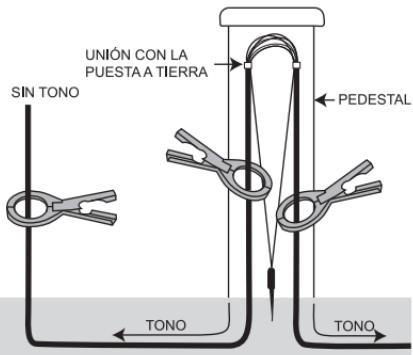

Fig. 10. Puntos de acoplamiento
- Puntos de acoplamiento:** La unión es un aspecto que permite que funcione el método inductivo. Para instalar correctamente la pinza en el pedestal, colóquela entre el punto de unión y el punto en el que el cable entra en la tierra. En aplicaciones CATV, estos puntos de posicionamiento deben estar al final de la línea principal o en la casa del abonado. Aplicar el acoplador arriba de la unión "bloqueará" eficazmente el tono evitando que se transmita más allá del punto de puesta a tierra. (Consulte la Fig. 10) Al colocar la pinza estratégicamente en la dirección del transmisor, se puede controlar el tono.
- Acoplamiento cerca del final:** Para proporcionar un tono desde el final de un cable, se debe unir o conectar a tierra el extremo del cable. (Consulte la Fig. 10)